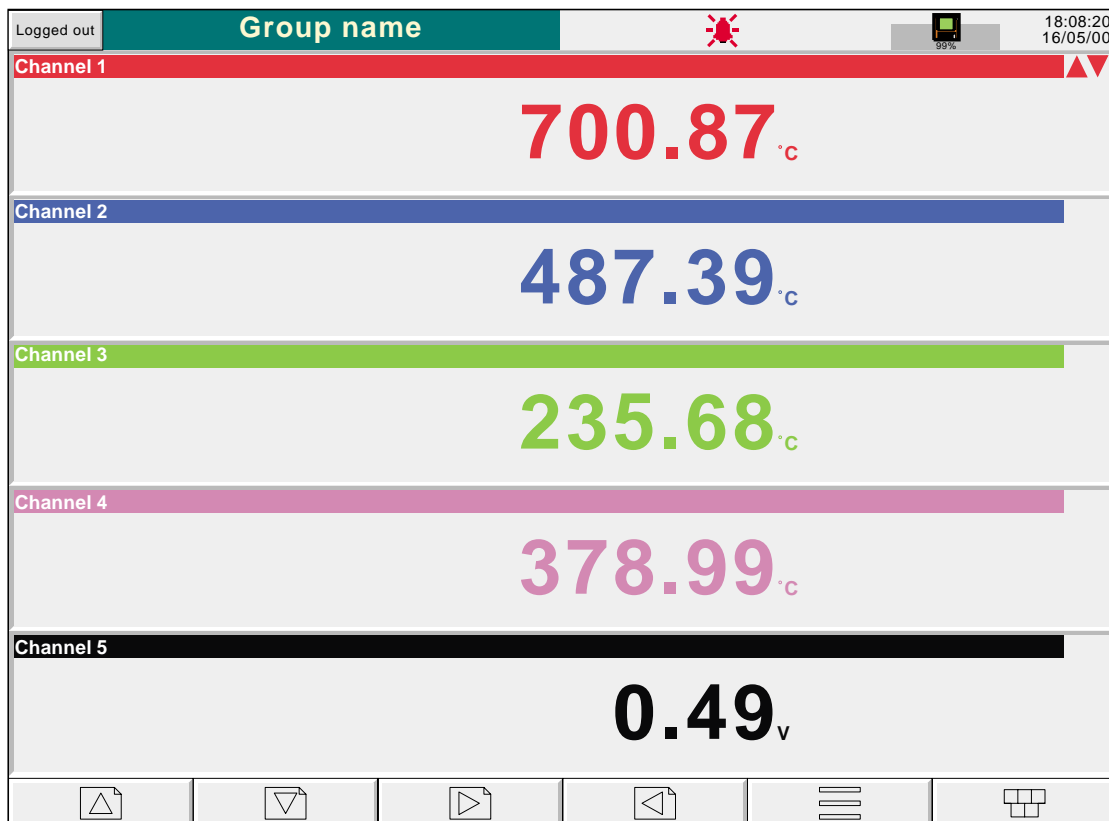

Figure 3.4.5a Modo Numerico (1 - 5 canali)
Premendo dal modo Indicatori Orizzontali 'Cambio Visualiz.' o Pagina Giù, si accede a questo modo di visualizzazione. Le Variabili (PV) vengono rappresentate dal solo valore. Il formato (a selezione automatica) è basato sul numero di canali da visualizzare. Le figure 3.4.5a, 3.4.5b e 3.4.5c, mostrano degli esempi, su una colonna (fino a 5 canali), 2 colonne (da 6 a 18 canali) e la versione a 3 colonne (19 - 24 canali) di questo modo di visualizzazione rispettivamente. In ognuna di queste visualizzazioni, la dimensione della misura si adegua automaticamente allo spazio del video.